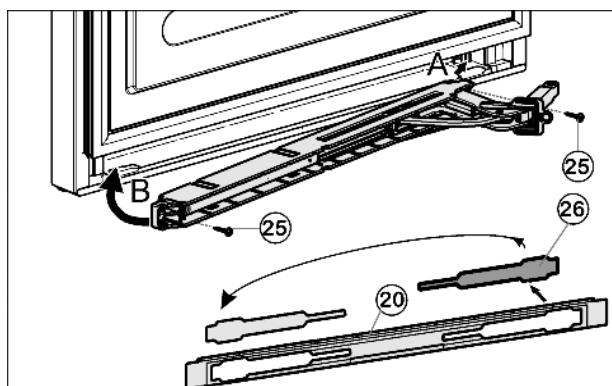

Fig. 15
- ▶ Освободите крышку *Fig. 15 (26)* из накладки *Fig. 15 (20)* и снова установите её на другой стороне.
- ▶ Зацепите (A) и поверните (B) узел амортизатора закрывания дверцы шарниром в сторону шарнира.
- ▶ Прикрутите (2 шт. Torx 15) *Fig. 15 (25)* узел амортизатора закрывания дверцы.